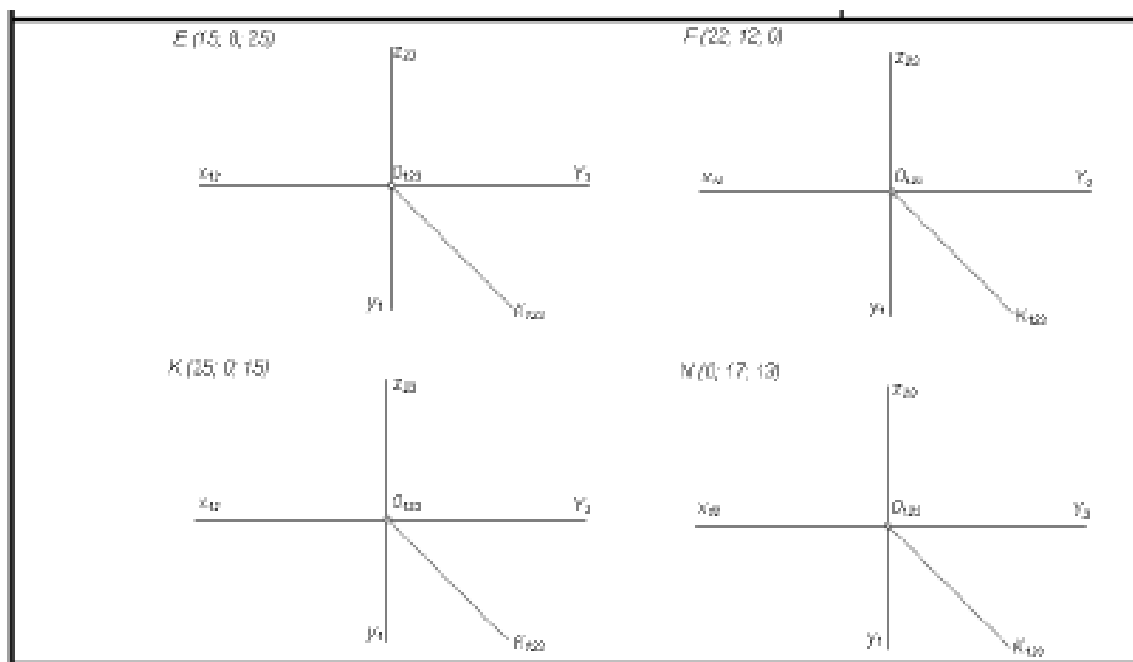

Рис. 1. – завдання № 1а.
1. Після ознайомлювання з теорією за даною темою починаємо виконувати завдання у Робочому зошиті під № 1 а - Рис. 1, який надається у окремому файлі, його треба роздрукувати до практичного виконання.